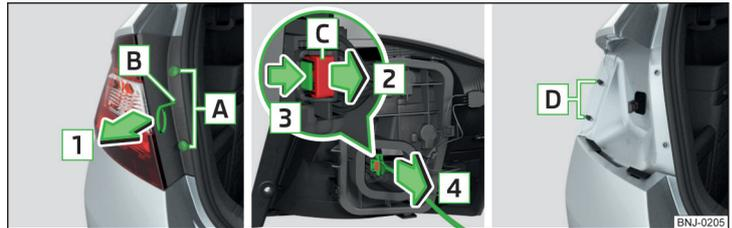
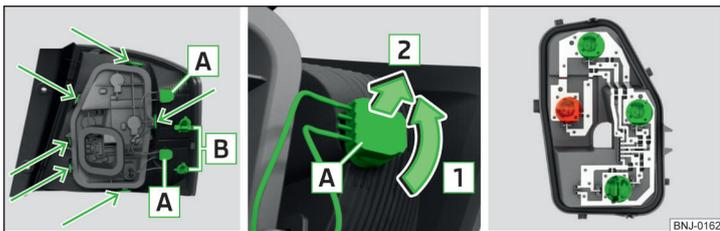

Abb. 216 Leuchte ausbauen / Stecker abziehen
Abb. 217 Äußerer Teil der Leuchte / Glühlampe herausnehmen / Lampenhalter
- › Die Leuchte mit der Handfläche festhalten und in Pfeilrichtung **1** » Abb. 216 vorsichtig von den Bolzen **D** abziehen.
- › Die Verriegelung entgegen der Pfeilrichtung **[2]** » Abb. 216 sichern.
- › Die Leuchte mit den Öffnungen **[B]** » Abb. 217 auf Seite 197 auf die Bolzen **[D]** » Abb. 216 in der Karosserie stecken.
- › Die Fassung mit der Glühlampe **[A]** in Pfeilrichtung **[1]** drehen » Abb. 217.
- › Die Fassungen mit den Glühlampen **[A]** in Pfeilrichtung **[1]** drehen » Abb. 217.
- › Den Lampenhalter in mit Pfeilen gekennzeichneten Bereichen entriegeln » Abb. 217.